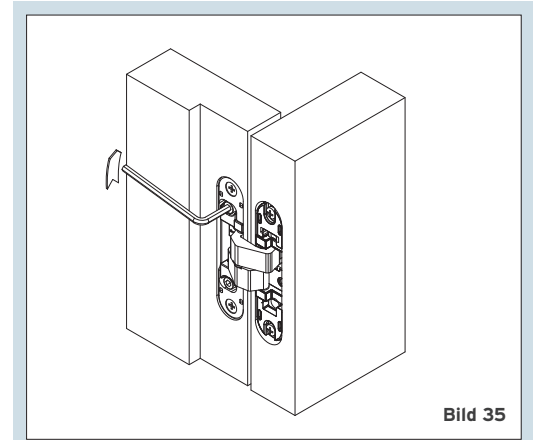

Bild 35
6. Schrauben „C“ fixieren (Bild 35).